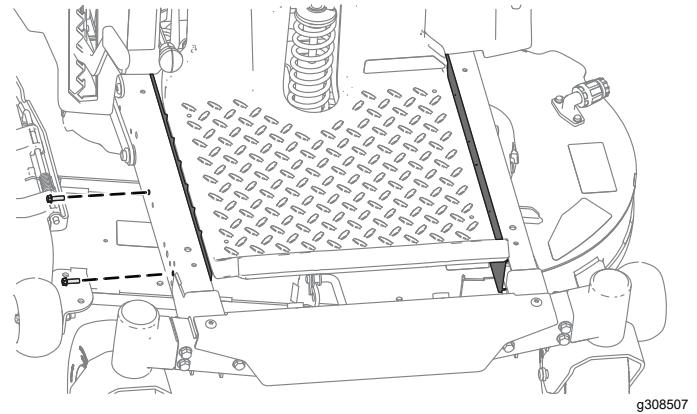

Bild 3
2. Entfernen Sie die Schutzvorrichtungen auf beiden Seiten des Rahmens (Bild 3).